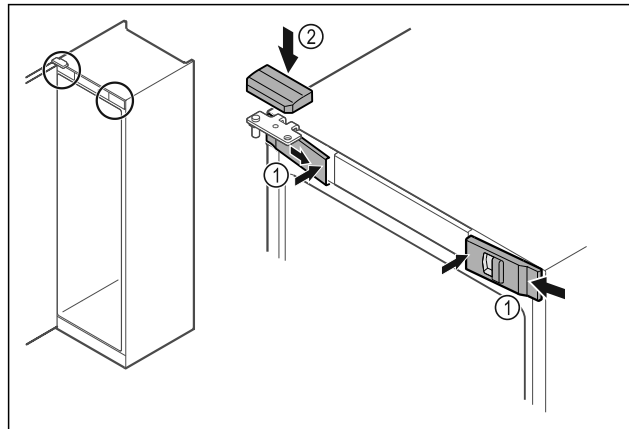

Fig. 52
- ▶ Αναρτήστε τα μπροστινά καλύμματα Fig. 52 (1) στο πλάι και κουμπώστε τα εσωτερικά.
- ▶ Κουμπώστε το επάνω κάλυμμα Fig. 52 (2) από πάνω.